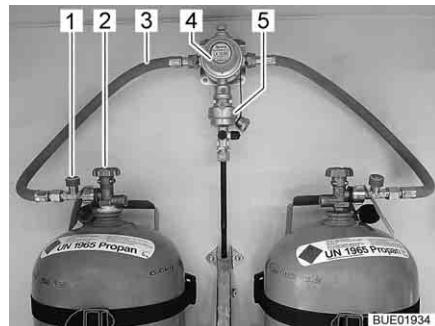
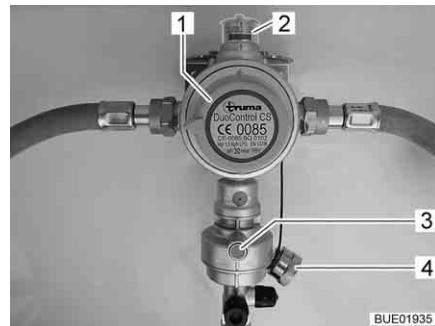

Fig. 120 Bombole del gas con DuoControl
Fig. 121 Impianto di regolazione DuoControl
L'impianto di regolazione DuoControl consiste in una valvola di commutazione (Fig. 120,4) e un sensore crash (Fig. 120,5). L'impianto di regolazione DuoControl è installato tra i tubi flessibili del gas (Fig. 120,3) con un dispositivo antirottura del tubo flessibile (Fig. 120,1). Con la manopola (Fig. 121,1) sulla valvola di commutazione è possibile stabilire quale delle bombole del gas viene utilizzata come bombola in uso e quale come bombola di riserva.
Nella finestra di controllo (Fig. 121,2) viene visualizzato lo stato del rifornimento di gas:
Il funzionamento con una sola bombola del gas è consentito, ma in questi casi il collegamento aperto deve essere assolutamente chiuso con una copertura cieca (Fig. 121,4).
Sensore crash	Il sensore crash blocca l'alimentazione del gas in caso di forti vibrazioni (es. incidente). Il sensore crash viene azionato mediante pressione del tasto reset verde (Fig. 121,3).
Dispositivo antirottura del tubo flessibile	Il dispositivo antirottura del tubo flessibile (Fig. 120,1) blocca il flusso di gas quando il tubo flessibile collegato si rompe. Il dispositivo antirottura del tubo flessibile deve essere attivato premendo il tasto verde.
Tramite la centralina di controllo (Fig. 122) è possibile attivare e disattivare l'alimentazione del gas tramite l'impianto di regolazione DuoControl. Le valvole principali di arresto (Fig. 120,2) delle bombole del gas e i rubinetti di arresto del gas degli apparecchi devono essere aperti manualmente.
- Con la manopola (Fig. 121,1) sulla valvola di commutazione selezionare la bombola del gas, da cui proviene la principale alimentazione del gas (bombola in uso). Girare la manopola fino all'arresto.
- Aprire le valvole principali di arresto (Fig. 120,2) delle bombole del gas.
- Premere il tasto verde del dispositivo antirottura del tubo flessibile (Fig. 120,1). Nella finestra di controllo (Fig. 121,2) viene visualizzato il simbolo verde.
- Chiudere le valvole principali di arresto (Fig. 120,2) delle bombole del gas.
Se la spia di controllo verde (Fig. 122,6) si spegne durante il funzionamento e la spia di controllo rossa (Fig. 122,5) si accende, significa che la bombola in uso è vuota e deve essere sostituita. Nella finestra di controllo (Fig. 121,2) viene visualizzato il simbolo rosso. La bombola di riserva continua ad alimentare le utenze a gas.
- Ruotare di mezzo giro la manopola (Fig. 121,1) in direzione della bombola del gas utilizzata. In questo modo questa bombola del gas ora è la bombola in uso, mentre la bombola del gas vuota diventa la bombola di riserva. Il simbolo nella finestra di controllo (Fig. 121,2) passa da rosso a verde.
- Chiudere la valvola principale di arresto (Fig. 120,2) della bombola del gas vuota. Osservare la direzione della freccia.
- Premere il tasto verde del dispositivo antirottura del tubo flessibile (Fig. 120,1).